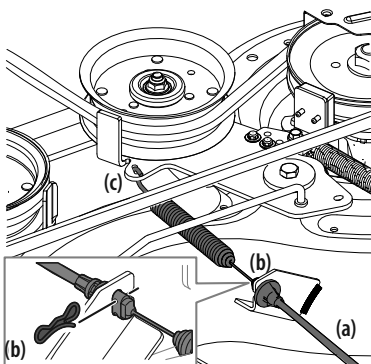

Figura 34
- Extraiga con cuidado el cable de la PTO (a) de la parte posterior de la plataforma de corte retirando el pasador de chaveta (b) que lo sujeta. Retire el resorte (c) del soporte de polea loca de la plataforma. Consulte la Figura 34.